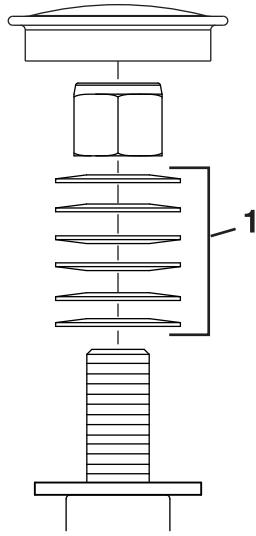

Рисунок 55
3. Зніміть пилозахисну кришку з колеса і затягніть контргайку (Рисунок 55).
4. Затягніть контргайку, доки запобіжні шайби не стануть рівними, а потім відкрутіть на  $\frac{1}{4}$  обороту, щоб встановити належним чином попереднє навантаження на підшипники (Рисунок 55).
5. Встановіть пилозахисну кришку (Рисунок 55).